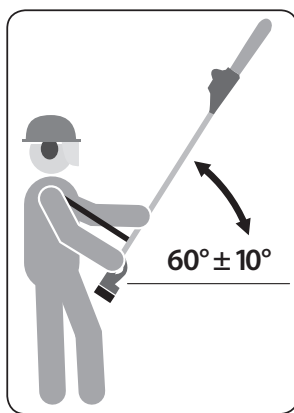

Abb. 11
- Ziehen Sie das Schultergurt mit der Säge über die Schulter und korrigieren Sie die Länge vom Gurt so, dass eine Befestigungs- und Verwendungsgart gem. Abb. 11 ermöglicht wird, wobei das meiste Gewicht der Säge über das Schultergurt abgestützt sein muss und mit den Händen wird nur die Bewegung der Säge gesteuert. Die Art der Einstellung vom Schultergurt und Haltung der Säge, damit das meiste Gewicht der Säge über die Schulter abgestützt wird, erfordert eine gewisse Erfahrung.
- Verwenden Sie die Säge immer nur dann, wenn Sie über die Schulter mit Hilfe des Schultergurts aufgehängt ist - siehe Abb. 11, denn dadurch wird das Risiko eines Verlustes der Kontrolle über das Werkzeug minimiert. Bei der Verwendung der Säge muss eine stabile Körperhaltung eingenommen werden, wobei mit der Säge im Bereich von $\pm 10^\circ$ ab einem Winkel 60° mit einer Neigung gegenüber dem Boden nach Abb. 11 bewegt wird. Die Säge ist zur Verwendung nur bei diese Haltung bestimmt, weil dies das Risiko des Verlustes der Kontrolle über die Säge minimiert.
- Verwenden Sie beim Einsatz der Säge einen Gehör-, Kopf-, Augenschutz, geeignete Arbeitshandschuhe, schützendes Schuhwerk mit rutschhemmender Sohle und eng anliegende Kleidung. Die maximalen Lärmwerte übersteigen 85 dB (A) und es kann bei einer längeren Exposition zu irreversiblen Gehörschäden kommen.
- Nehmen Sie bei der Arbeit eine stabile Körperhaltung ein und halten Sie die Säge wie auf der Abb. 11 mit dem Ergänzungstext dargestellt. Wechseln Sie während der Arbeit die Positionen, legen Sie regelmäßige Pausen ein und vermeiden Sie Müdigkeit. Müdigkeit stumpft nüchternes Denken ab. Sollten Sie sich infolge von Vibrationen oder körperlicher Anstrengung unbehagen fühlen, neurologische, Knochen- und Gelenk- und